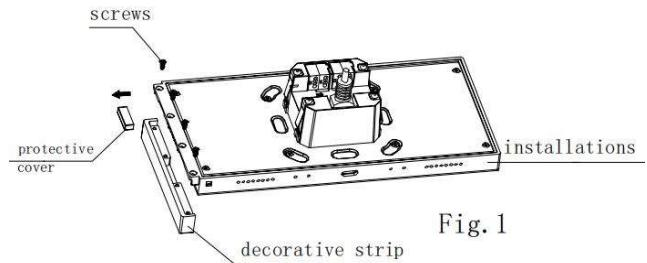

Fig. 1
1. Entfernen Sie die vier Schrauben, mit denen die Metallblende am KNX Smart Touch S7 befestigt ist und bewahren Sie diese Schrauben auf. Nehmen Sie anschliessend die Blende und die Schutzabdeckung ab (siehe Fig. 1).